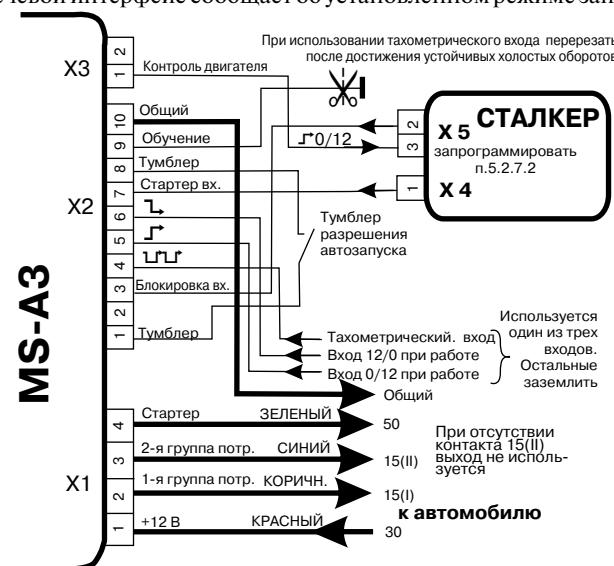

Рис. 12. Схема совместной работы охранного
Реле подключения потребителей 2-й группы (P4) ставится при наличии в замке зажигания специального контакта 15(II) для подключения потребителей второй группы. В случае отсутствия возбуждения генератора на холостых оборотах в схему вводится реле P5 (рис.12).